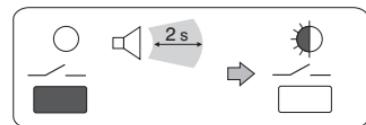

Abb. 6
- Halten Sie die Taste "—" gedrückt, bis ein einzelnes akustisches Signal ertönt; lassen Sie die Taste jetzt los: die LED blinkt (Abb. 6). Der Sender ist an den Empfänger angeglichen.